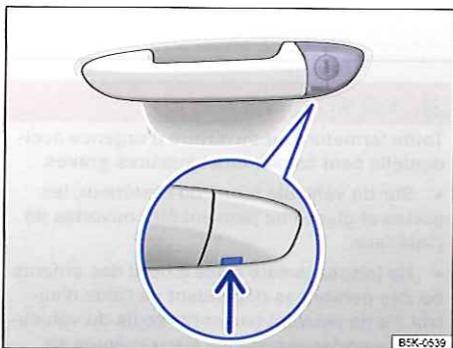

Fig. 227 Poignée de porte du conducteur : barillet masqué.
- Insérez le panneton par le bas dans l'ouverture du cache de la poignée de porte du conducteur  $\Rightarrow$  fig. 227 (flèche) puis retirez le cache en le soulevant par le bas. Tirez en même temps sur la poignée de porte.